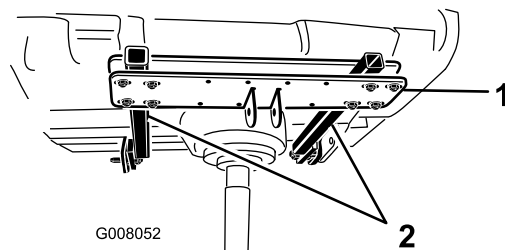

Figura 5
2. Montare i bracci di supporto sulla sezione di attacco con 8 viti da 1/2 x 4 pollici, 16 rondelle e 8 controdadi, senza serrare. Posizionare nel modo illustrato nella Figura 5.